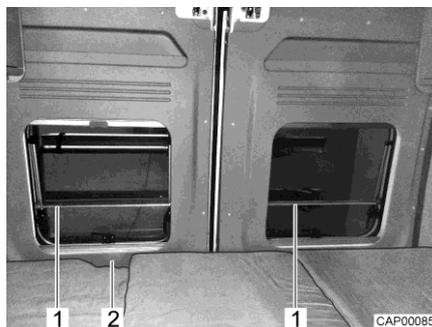

Fig. 45 Protezione anticaduta (letto longitudinale in coda)
- ▷ Le finestre delle porte di coda sono dotate di una protezione anticaduta (Fig. 45,1). La porta di coda può essere aperta dall'interno mediante la maniglia (Fig. 45,2).